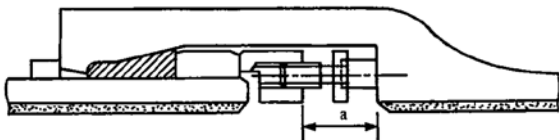

図15 接合完了図
- (3) ねじ出し間隔が上下左右均等になるように注意しながら、図15のa寸法が表2に示す値になるまで全ボルトをねじ出す。ただし、締め付けトルクが非常に大きくなってそこまでのねじ出しが困難な場合は、表3に示す所定のトルクに達した時点で締め付け完了とする。